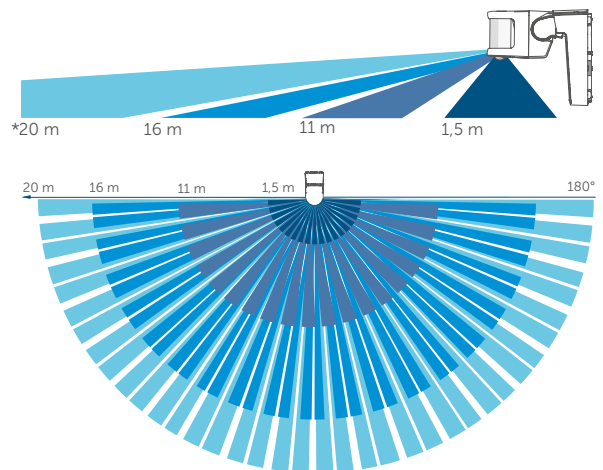

Figura 3
**i** La lente del detector de movimiento dispone de varios niveles de detección, con 12 segmentos cada uno. Esto permite un alcance de hasta 20 m con un ángulo de apertura de 180°. El alcance total posible se puede ver en la figura 3.